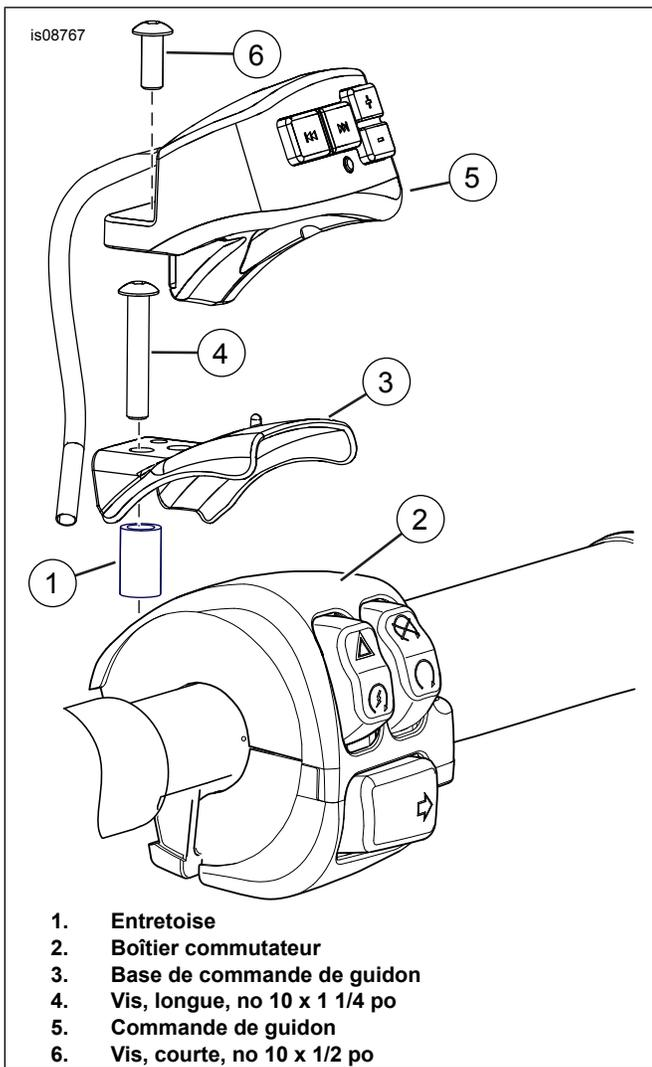

Figure 4. Pose des commandes de guidon
5. Voir Figure 4. Placer l'entretoise (1) sur le boîtier commutateur au-dessus du trou où la vis a été déposé précédemment.
6. Placer la base de commande de guidon (3) sur l'entretoise et le boîtier commutateur. **Modèles Road King de 2014 et plus récents** : Aucune entretoise n'est utilisée.
7. **Tous les modèles sauf Road King de 2014 et plus récents** : Aligner la vis (4) sur le trou approprié dans la base de commande de guidon, en la passant à travers l'entretoise dans le trou sur le boîtier commutateur. Fixer le support de commande de guidon avec la vis. Serrer au couple de 3,9 à 5 Nm (35 à 45 lb po). **Modèles Road King de 2014 et plus récents** : Aligner la vis retirée précédemment sur le trou dans la base de commande de guidon. Fixer le support de commande de guidon avec la vis. Serrer au couple de 3,9 à 5 Nm (35 à 45 lb po).
8. Placer la commande de guidon (5) sur la base. Fixer la base de commande de guidon avec la vis (6) dans le trou fileté (7). Serrer.